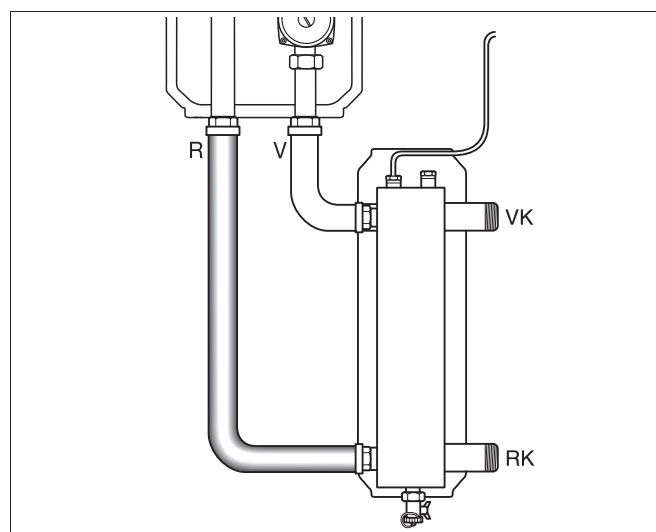

Рис. 10 Монтаж без НКВ 2 DN 25 слева от котла
- При монтаже гидравлической стрелки DN 25 без НКВ 2 DN 25 трубы подающей и обратной линий подсоединяются непосредственно к подающей и обратной линиям комплекта подключения отопительного контура HS 25 или HSM 20/25 (рис. 10).